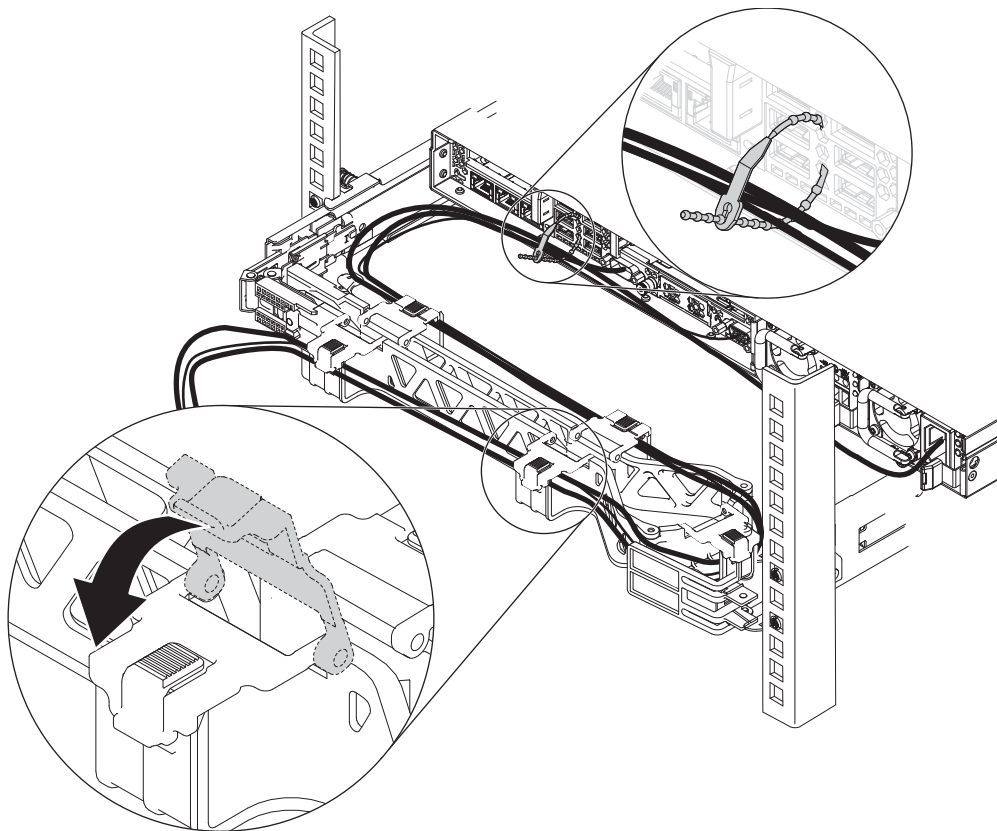

図 11. ケーブルとタイの切り離し
4. 31 ページの図 11 に示すように、配線ケーブルを切り離します。